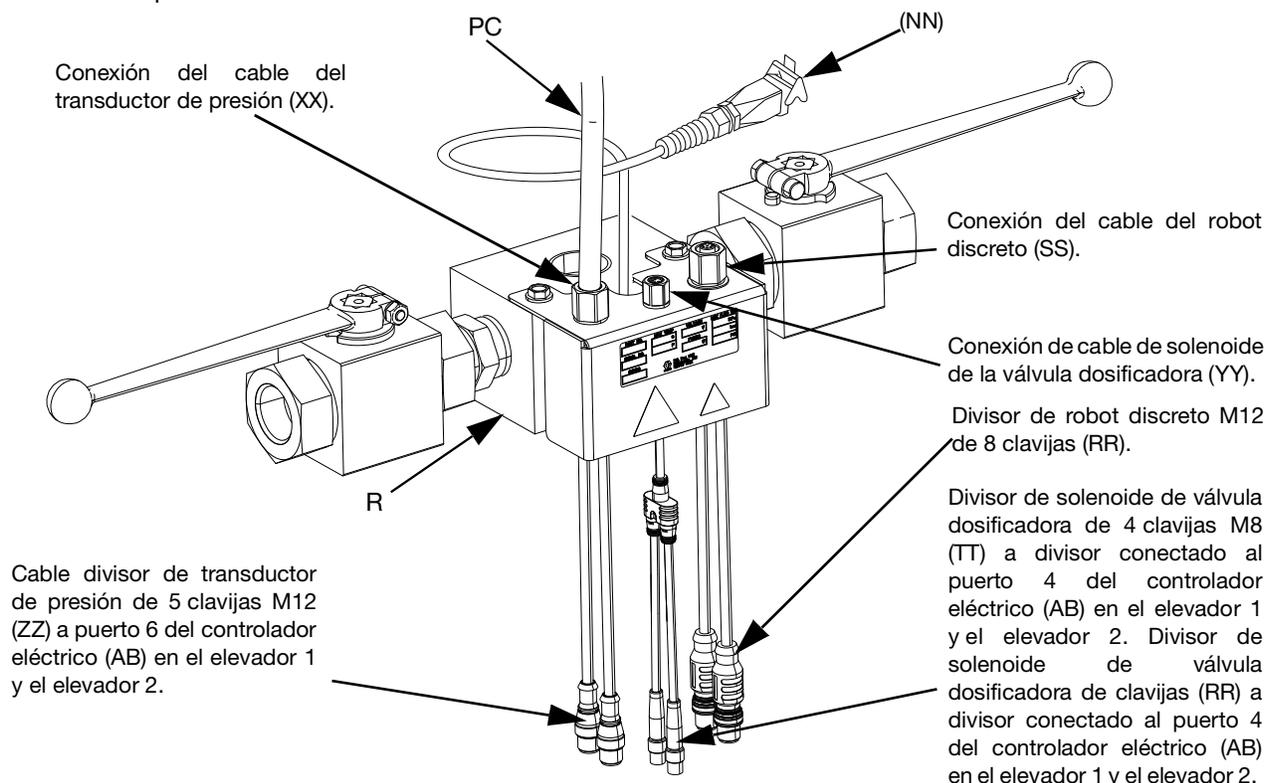

FIG. 29
1. Si utiliza un sistema de suministro con elevador iQ, conecte el cable del transductor de presión (PC) desde la válvula dosificadora (B) al puerto 6 del controlador eléctrico (AB). Consulte el apartado **Conexiones de comunicaciones del controlador eléctrico** de elevadores simples en la página 18.
- a. Conecte el cable del transductor de presión (PC) de la válvula dosificadora (B) al divisor del transductor de presión de la válvula del bloque en tándem. Consulte la FIG. 29.
- b. Conecte un extremo macho del cable del divisor del transductor de presión de 5 clavijas M12 (ZZ) en el bloque en tándem (R) al puerto 6 del controlador eléctrico (AB) del elevador 1. El segundo extremo macho va al puerto 6 del elevador 2. Consulte el apartado **Conexiones de comunicaciones del controlador eléctrico** del **Elevadores en tándem** de la página 19.